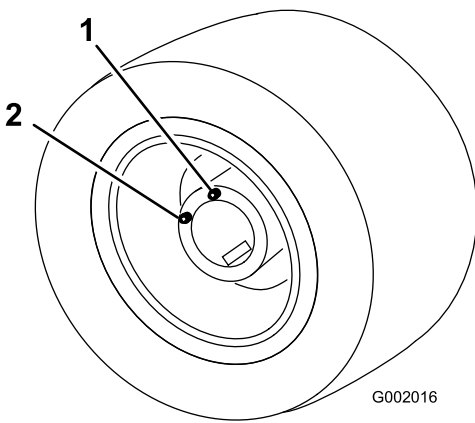

Figure 48
5. Conduisez lentement le véhicule jusqu'à ce que la roue soit positionnée pour le remplissage, comme illustré à la Figure 48.